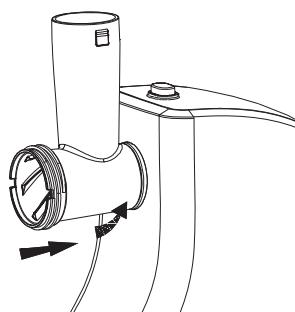

рис.3
- Вставьте шнек (9) в корпус головки мясорубки (3) до упора, слегка поворачивая его в разные стороны (рис. 3).